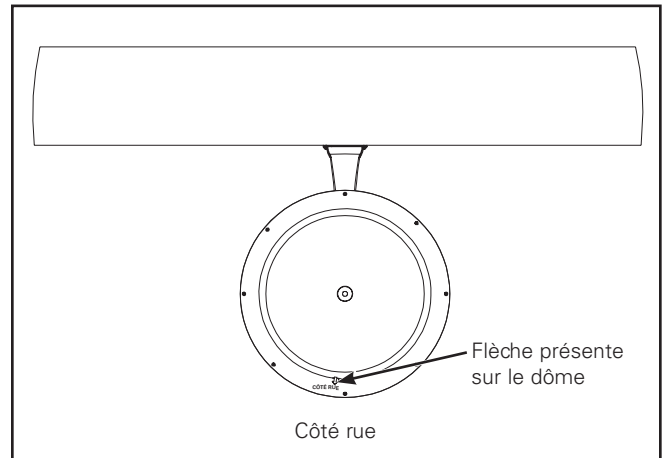

Figure 23.
11. Tournez le luminaire dans la position désirée. Pour les luminaires à optiques asymétriques, tournez le luminaire conformément à la flèche présente sur le dôme orienté côté rue. (Figure 23.)